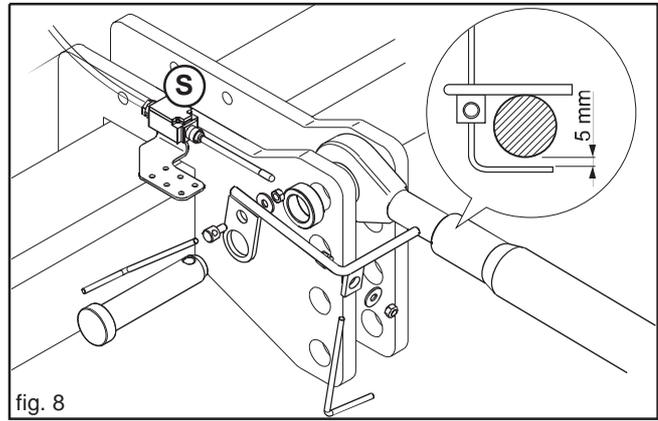

fig. 8
Den Schalter (S) bei auf den Boden abgesetzter Maschine und in die Arbeitsposition eingestellter Maschine montieren (Abb. 8). Die Sperre bezüglich des Hebels (V) auf ein dem Zylinderschaftdurchmesser + 5 mm (zirka) entsprechendes Maß einstellen.